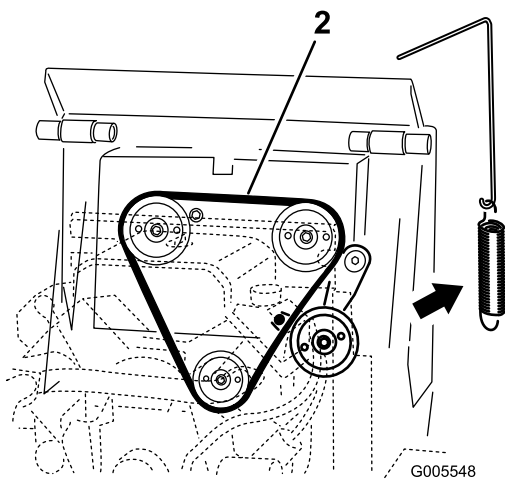

**Figura 50**
3. Conecte el gancho de la Herramienta para la Retirada de Muelles al gancho del muelle de la polea tensora, y desenganche el muelle del espárrago según se muestra en Figura 50.